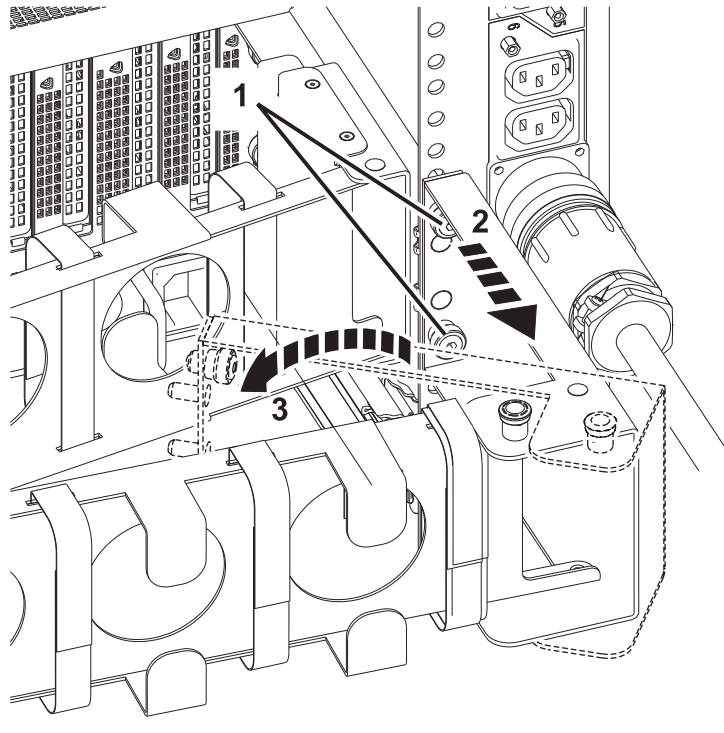

Abbildung 23. Schritte zur Gewährleistung eines Sicherheitsbereichs für Netzkabel in einem vollständig bestückten System
- b. Lösen Sie die Flachkopfschrauben an der Rückseite des Systems (1), aber entfernen Sie sie nicht. Siehe Abb. 23 auf Seite 32.
- c. Ziehen Sie die Halterung des Kabelgelenkträgers in Ihre Richtung (2). Siehe Abb. 23 auf Seite 32.
- d. Drehen Sie die Halterung des Kabelgelenkträgers, um einen Sicherheitsbereich zu schaffen (3). Siehe Abb. 23 auf Seite 32.